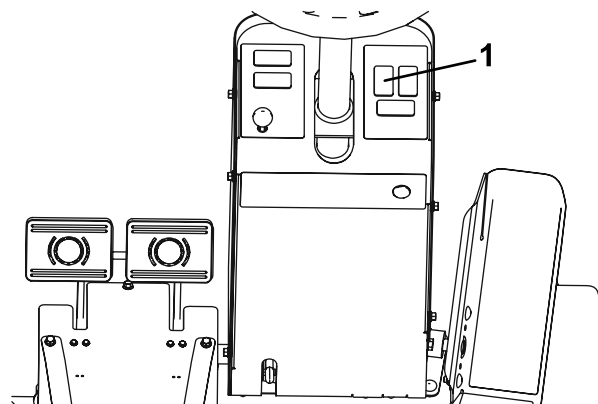

Figura 2
2. Da sotto il cruscotto del piantone dello sterzo, estraete il tappo dal foro mostrato in Figura 2.